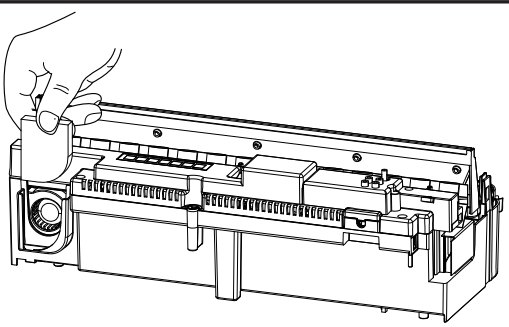

Fig.14
9. Legg litt oppvaskmiddel i kummen, og rengjør alle overflatene i kummen forsiktig med den vedlagte børsten. Rengjør omformeren forsiktig, inkludert metallskivene i den riflede overflaten på toppen. (Fig. 14)